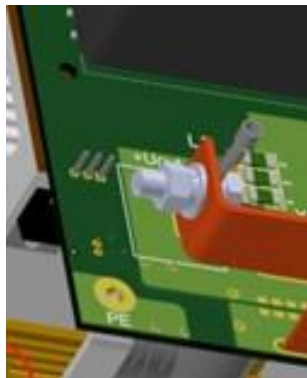

Рисунок 4 – Винт на шине «+ U_{out} » для подключения нагрузки
8.1 Сборку испытательной схемы начинают с подключения с помощью винтов с гайками к шинам «+ U_{out} » и «- U_{out} » испытываемого ЗУ ШБНИ.436337.002 наконечников проводов 1 и 2 от нагрузки (рисунок 4).